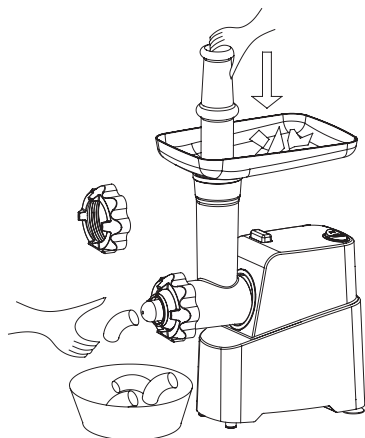

рис. 9
3. Используйте толкатель, как указано на рис. 9, постепенно подавая мясо в лоток.